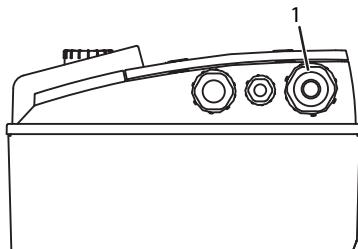

Fig. 18 : Presse-étoupe M25
- Le raccordement électrique doit s'effectuer via un câble d'alimentation électrique fixe (section à respecter min. 4 x 1,5 mm², max. 4 x 4 mm²) doté d'un connecteur ou d'un coupleur multipolaire avec au moins 3 mm d'ouverture du contact. Le câble d'alimentation électrique doit être inséré dans le presse-étoupe M25 (fig. 18, pos. 1).